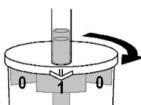

Abb. 3
- Hvis du vil plukke opp den første polypen, roterer du beholderen til pilen peker på tallet 1 (Fig. 3).